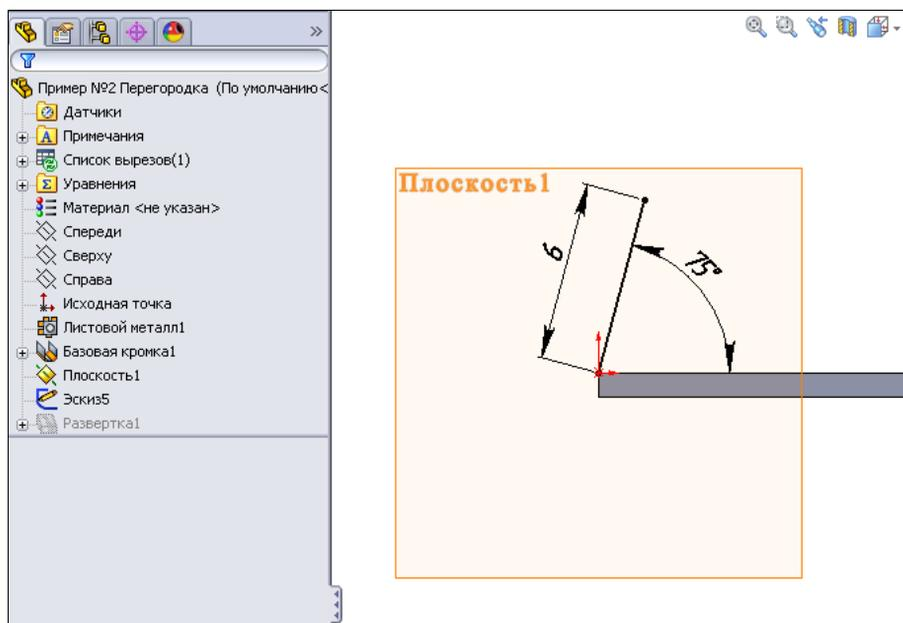

Рис. 4.35
5. На этом эскизе изобразим вид (профиль) боковой стенки. Эта стенка имеет прямолинейный контур длиной 6 мм и расположена под углом 75° к основанию. Нарисуем линию с такими параметрами (рис. 4.35).